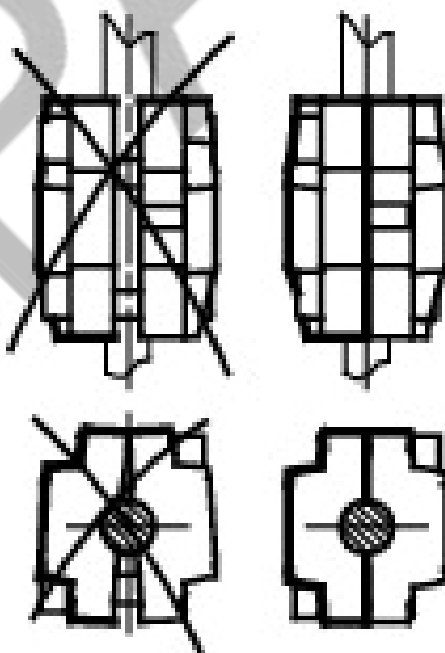

Рис. 5 Установка полумуфт
5. Затянуть винты поз. 9 крест-накрест соответствующим крутящим моментом смотрите Таблицу 5. Проверить, чтобы зазоры с обеих сторон полумуфт были одинаковы, смотрите Рис. 5.
5. Вставить палец вала поз. 10 в отверстие вала и установить полумуфты поз.8 на вал. Ввернуть винты поз. 9, подтянуть их и оставить, окончательно не затягивая. Проверить, чтобы зазоры с обеих сторон полумуфт были одинаковы, смотрите Рис.5.
10. Удерживая вал/муфту на указанной в п.9 высоте, затянуть четыре винта поз. 9 в муфте соответствующим крутящим моментом, смотрите Таблицу 5. Проверить, чтобы зазоры с обеих сторон полумуфт были одинаковы, смотрите Рис.5.